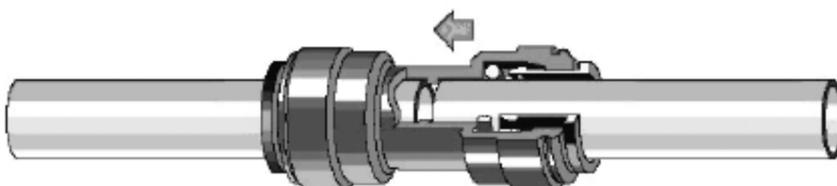

Abb. 3: Verbindung von Standard JG-Verbindern
- Schieben Sie den grauen Winkelanschluss bis zum Anschlag auf den Anschlussstutzen (siehe Abb. 3.)